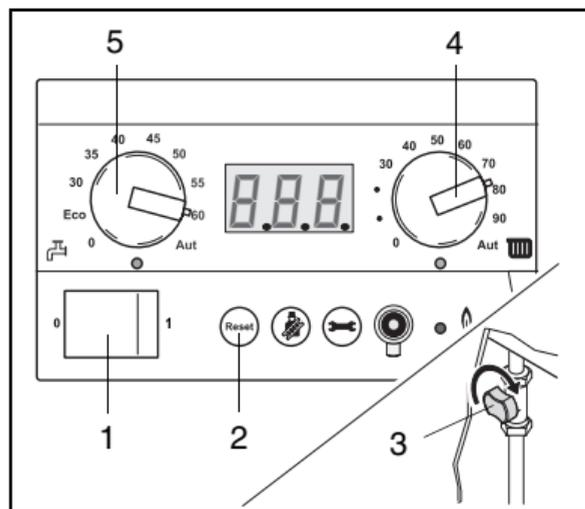

Fig. 6 BC 10 - Visualizzazione della pressione, rubinetto del gas
- Portare l'interruttore di accensione/ spegnimento (fig. 6, pos. 1) nella posizione "1".
- Impostare la temperatura massima dell'acqua di riscaldamento utilizzando la manopola di regolazione (fig. 6, pos. 4) e facendo riferimento ai valori riportati in tabella 1.
- Impostare la temperatura dell'acqua sanitaria dei modelli **Logamax plus GB132-24K** o la temperatura di mantenimento dell'acqua nell'accumulatore esterno per i modelli **Logamax plus GB132-24** utilizzando la manopola di regolazione (fig. 6, pos. 5) e facendo riferimento ai valori riportati in tabella 2.
- Aprire il rubinetto del gas: la posizione di apertura si ottiene orientando la manopola del gas in posizione parallela a quella del tubo del gas (fig. 6, pos. 3).
- Premere il tasto di reset (fig. 6, pos. 2).